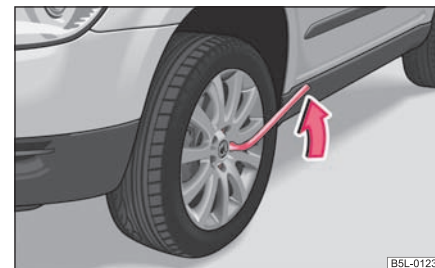

Fig. 224 Înlocuirea roții: Slăbirea prezoanelor de roată
- Prindeți cu mâna capătul cheii* și rotiți șurubul cca. **o** rotație spre stânga ⇒ pagina 243, fig. 224.